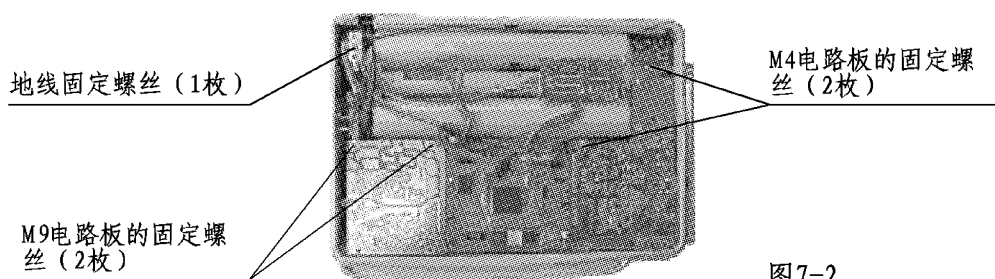

图7-2
b) 拆卸M4电路板的固定螺丝(2枚)、地线固定螺丝(1枚)、M9电路板的固定螺丝(2枚)。(图7-2)